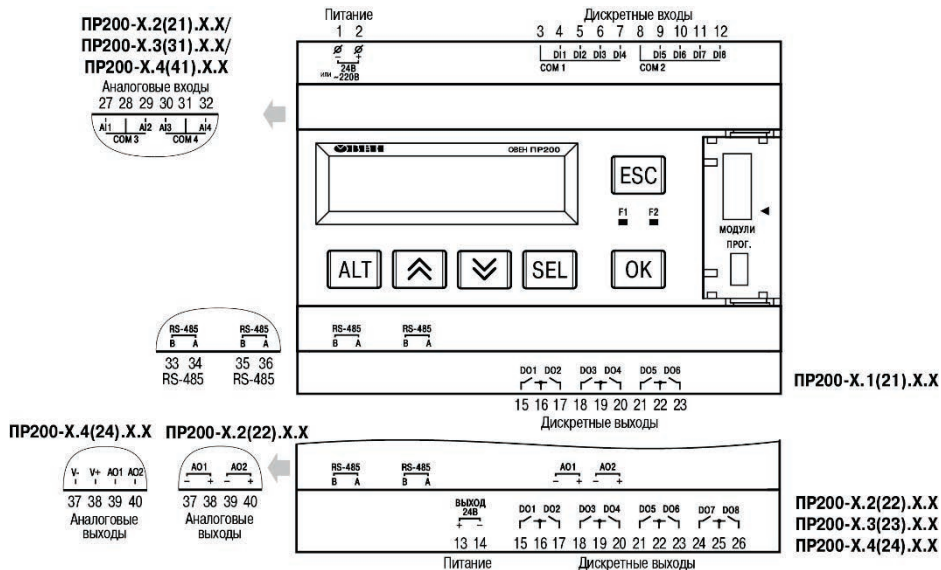

Рисунок 4.1 – Вид лицевой стороны PR200 (крышка над разъемом подключения модулей условно не показана)
4.1.2 Корпус прибора имеет ступенчатую трехуровневую форму. На лицевой (передней) плоскости корпуса расположены элементы индикации и управления, на задней поверхности корпуса расположены защелки крепления прибора на DIN-рейке. **На верхних и нижних ступенчатых поверхностях** корпуса размещены разъемные соединения прибора (клеммники), через которые осуществляется подключение исполнительных механизмов, дискретных и аналоговых датчиков, линий связи RS-485 и других внешних связей (см. рисунок 4.1).